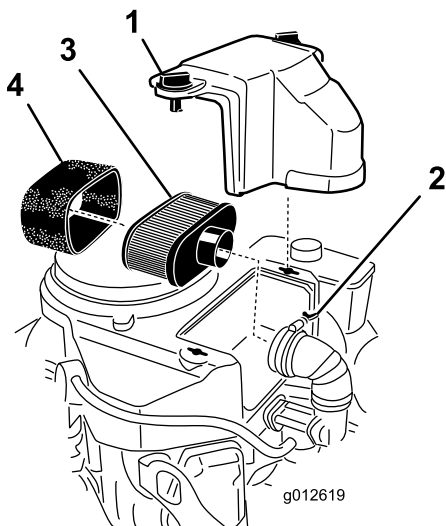

Figure 41
- Nettoyez la surface autour du filtre à air pour éviter que des impuretés n'endommagent le moteur en tombant à l'intérieur (Figure 41).
- Dévissez les boutons du couvercle et déposez le couvercle du filtre à air (Figure 41).
- Dévissez le collier et déposez le filtre à air (Figure 41).
- Sortez délicatement l'élément en mousse de l'élément en papier (Figure 41).
- Glissez délicatement l'élément en mousse sur l'élément en papier (Figure 41).
- Posez le filtre à air complet sur sa base ou sur le flexible et fixez-le en position (Figure 41).
- Mettez le couvercle du filtre en place et serrez les boutons (Figure 41).
- Nettoyez l'élément en papier en le tapotant pour faire tomber la poussière. Remplacez-le s'il est très encrassé (Figure 41).